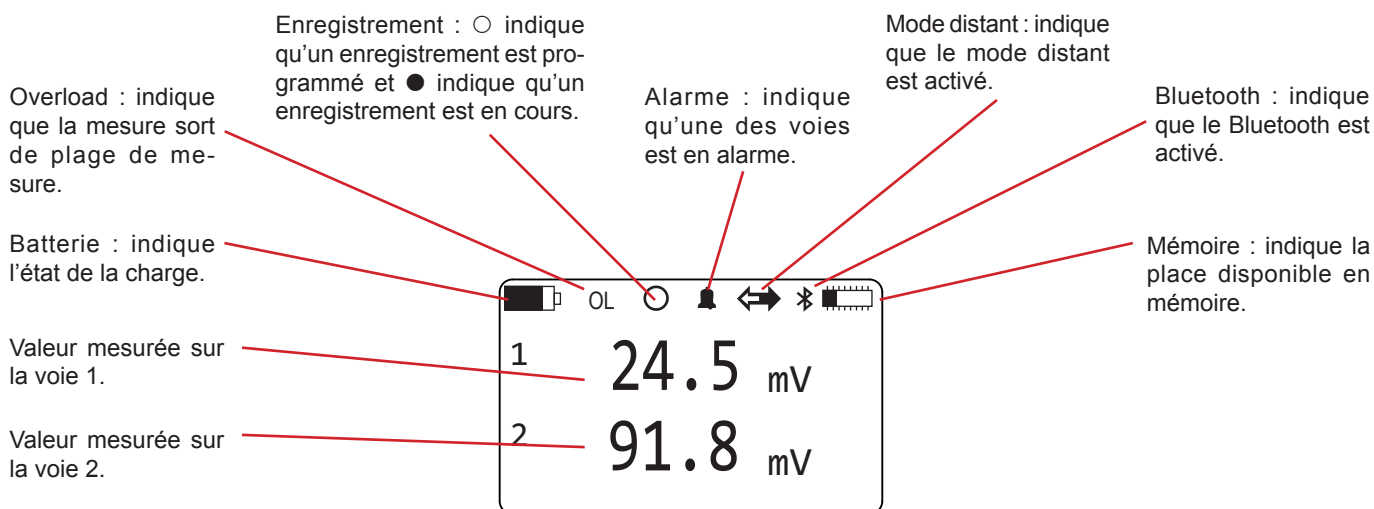

Figure 7
- Allumez l'appareil en appuyant sur la touche marche/arrêt  et en la maintenant appuyée jusqu'à ce que l'afficheur indique **Marche**. L'écran **Données de mesures** (voir Figure 7) s'affiche.
A partir de l'écran **Données de mesures** (voir Figure 7), appuyez 2 fois sur \blacktriangleright .